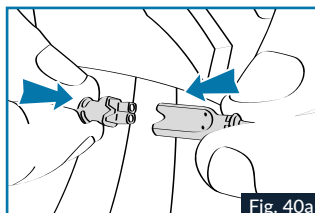
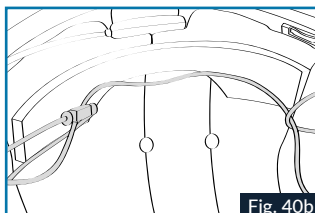

Fig. 40a
Fig. 40b
11. Schließen Sie die Lautsprecher (zweipoliger schwarzer Stecker) und das Bedienfeld (Abb. 40a) an. Führen Sie dann das Kabel des rechten Lautsprechers durch (Abb. 40b).